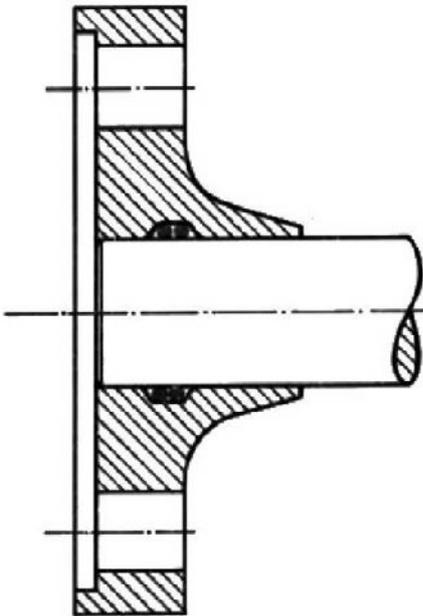

Bild 5: Flächenlötung mit eingelegten Lotringen
- Lot muss beim Schmelzen Kontakt zum Spalt erhalten. Lotfließweg so kurz wie möglich halten (siehe Bild 5).